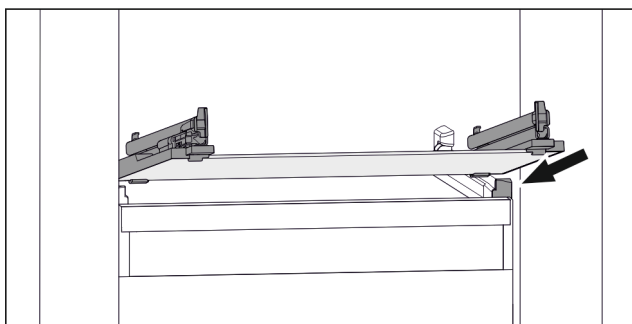

Fig. 113 Primjerni prikaz staklene ploče
- ▶ Stavite ladicu ukoso iza zaustavljača. (pogledajte Fig. 113)